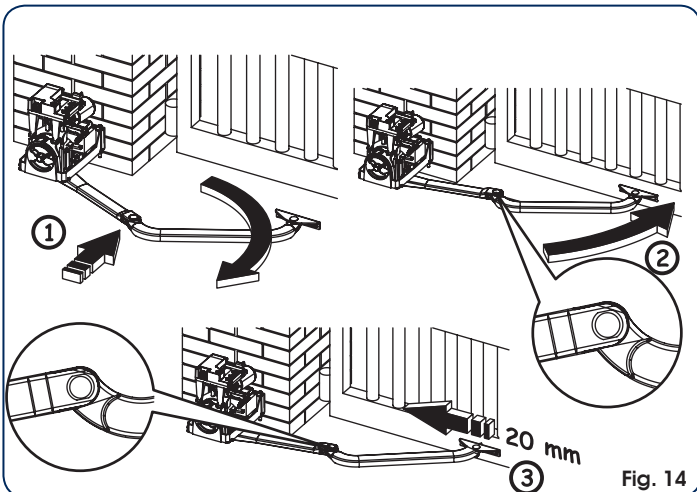

Fig. 14
8. Aligner les bras qu'on vient d'assembler en les poussant vers la zone centrale jusqu'à leur arrêt, voir Fig. 14 réf. ①.
9. Poser la patte antérieure contre le vantail, Fig. 14 réf. ②.
10. Faire reculer d'environ 20 mm la patte antérieure et marquer les trous de fixation, Fig. 14 réf. ③.